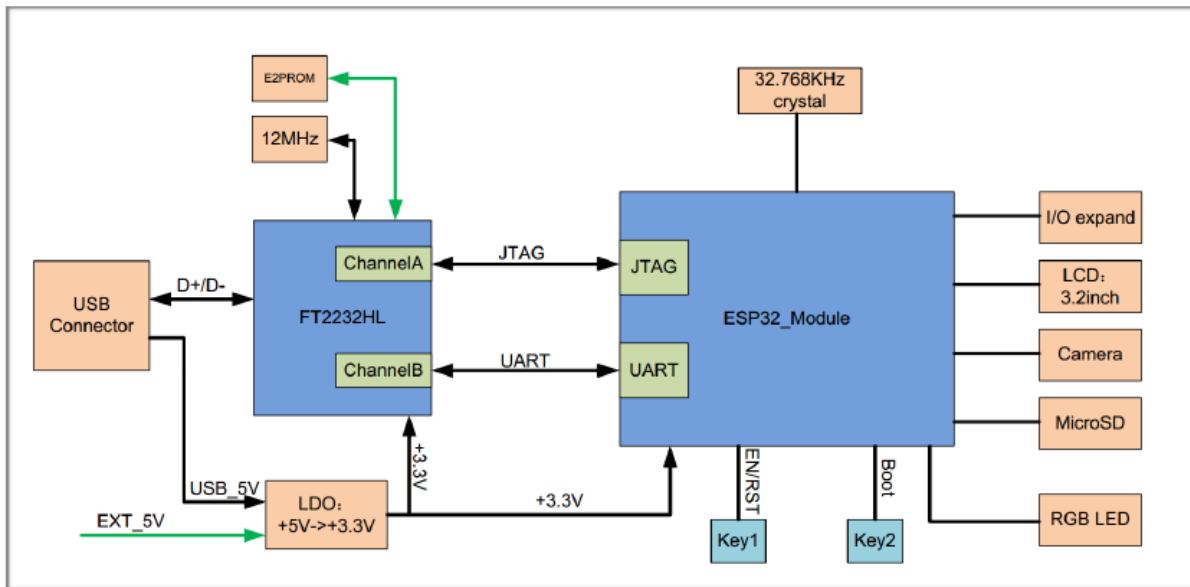

图 1: ESP-WROVER-KIT 功能框图
- 从图片右上角开始, 以顺时针顺序介绍了图 1 中的主要组件